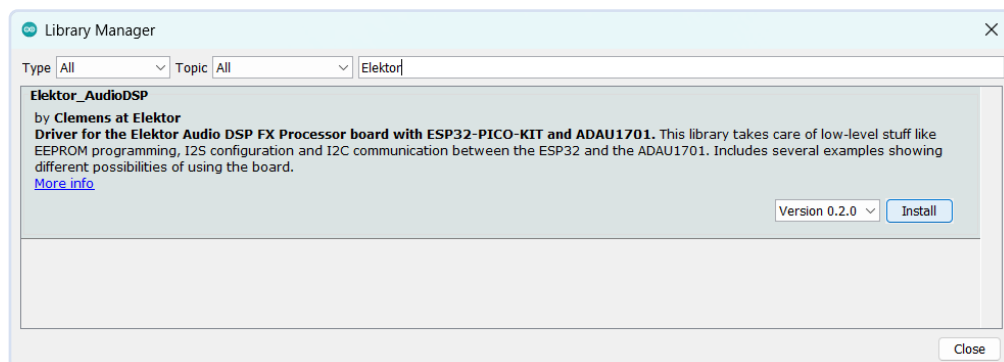

Figure 8. Installer la bibliothèque Elektor\_AudioDSP à l'aide du gestionnaire de bibliothèque intégré à l'EDI Arduino.
- Dans l'EDI Arduino, ouvrez le gestionnaire de bibliothèques (*menu Outils → Gérer les bibliothèques...*). Recherchez **Elektor**. Vous devriez trouver une bibliothèque nommée **Elektor\_AudioDSP** (figure 8). Installez-la. Par défaut, la version la plus récente sera installée. Normalement, il n'y a aucune raison d'installer une version plus ancienne, à moins que vous ne vouliez plus de bogues et moins d'options. La bibliothèque peut également être téléchargée depuis GitHub [4] et installée manuellement.